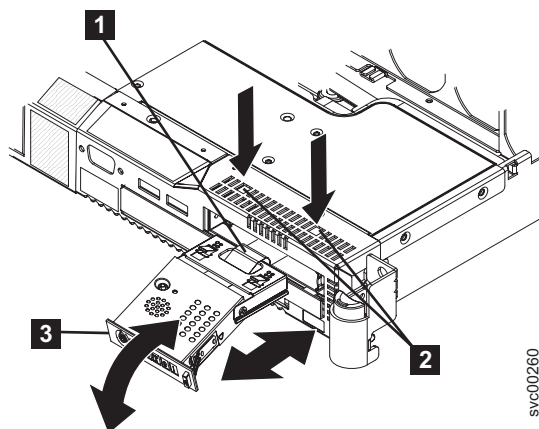

図 157. オペレーター情報パネルの取り外し
10. ノード上部を通して見える 2 つの解放ボタン (図 157 の **2**) を押して、アセンブリー **3** をノードから完全に引き出します。接続されたライト・パス・リボン・ケーブル **1** をサーバーから慎重に引き離します。